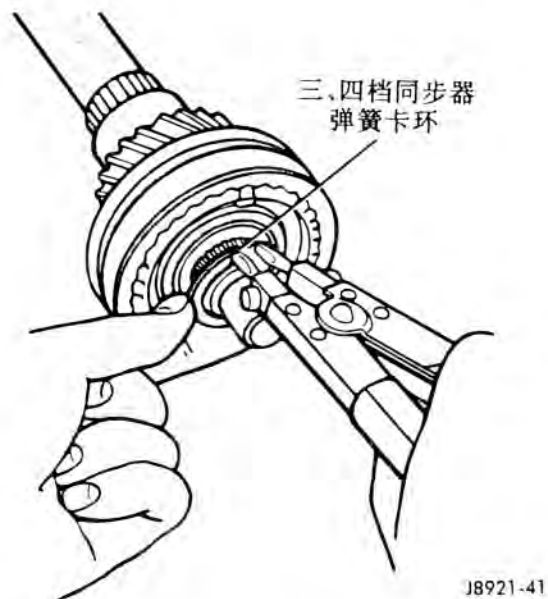

图 41 拆卸三、四档同步器弹簧卡环
(19) 从输出轴上或二档齿轮上拆下滚针轴承。
(20) 拆下三、四档同步器弹簧卡环 (图 41)。